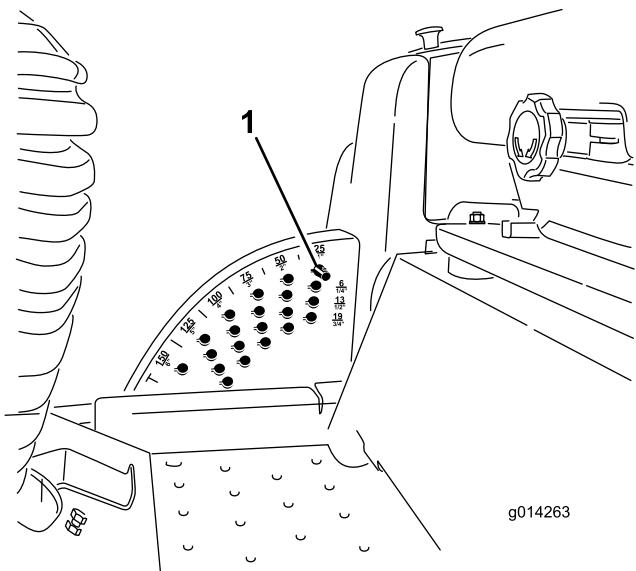

Рисунок 16
«Регулировка высоты скашивания») и установите его в положение, соответствующее высоте скашивания 15 см (Рисунок 16).
- При работающем двигателе передвигайте переключатель подъема деки назад, пока дека газонокосилки не поднимется полностью, а затем немедленно отпустите переключатель (Рисунок 16).
- Чтобы отрегулировать высоту скашивания, поверните стопорный штифт так, чтобы его выступы совпали с прорезями в отверстии кронштейна высоты скашивания, и вытащите штифт (Рисунок 16).
- Выберите отверстие в кронштейне высоты скашивания, соответствующее необходимой высоте скашивания, вставьте штифт и, нажимая на него, поверните так, чтобы он зафиксировался в отверстии (Рисунок 16).
Примечание: На кронштейне есть четыре ряда отверстий (Рисунок 16). Верхний ряд дает вам высоту скашивания, указанную над штифтом. Второй ряд дает вам указанную высоту скашивания, плюс 6 мм. Третий ряд дает вам указанную высоту скашивания, плюс 12 мм. Четвертый ряд дает вам указанную высоту скашивания, плюс 18 мм. Для положения 15,8 см есть только одно отверстие, расположенное во втором ряду. Это положение соответствует высоте скашивания 15,8 см, и к нему не добавляется 6 мм.